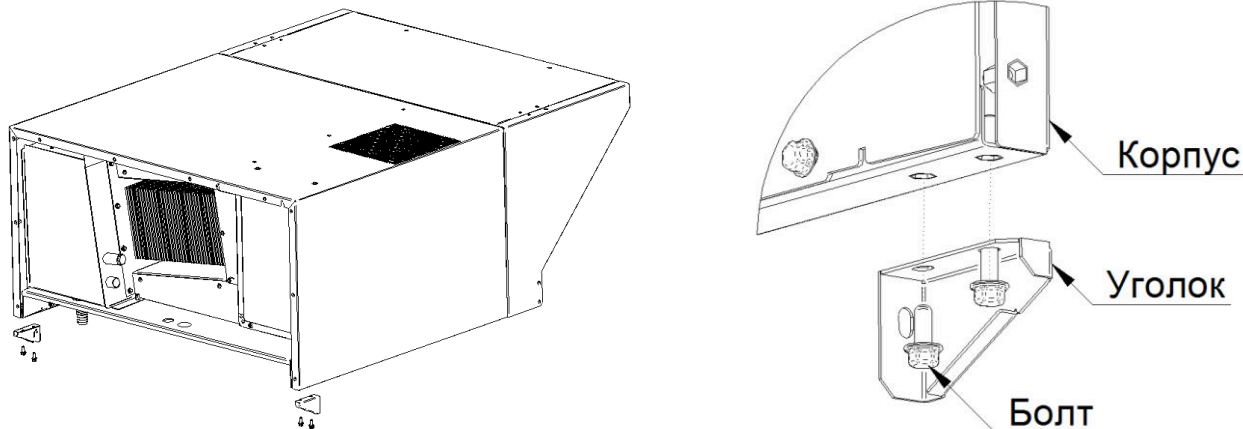

Рисунок 6
8. Снять заднюю крышку зонта, открутив крепеж (см. Рисунок 6);
9. Установить на зонт ЗВВ-4-6/4П уголки ЗВВ-4-6/4П.00.00.001 и ЗВВ-4-6/4П.00.00.001-01, зафиксировав их болтами М5х12 из комплекта (см. Рисунок 6);